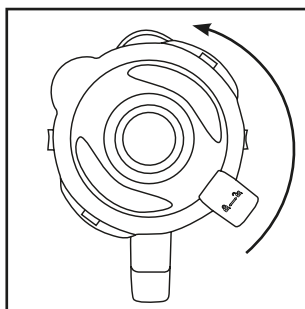
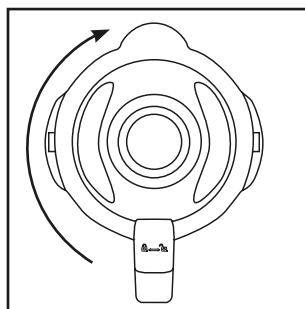

Fig. 1
Fig. 2
- 1) Gire el suplemento mezclador ③ en sentido antihorario hasta que la flecha ▼ situada bajo el asa del suplemento quede sobre la posición ↰. Retire el suplemento mezclador ③ del bloque motor ⑥ en posición recta hacia arriba.
- 2) Retire la tapa ②; para ello, gírela en sentido antihorario hacia la posición ↰ (consulte la fig. 1) hasta que pueda extraerse hacia arriba.
- 3) Llene el suplemento mezclador ③.
- 4) Vuelva a presionar firmemente la tapa ② sobre el suplemento mezclador ③ en su posición desplazada. Para cerrar la tapa ②, gírela en sentido horario hacia la posición ↲ hasta que encastre audiblemente (consulte la fig. 2). Asegúrese de que la boca del suplemento mezclador ③ quede cerrada. Solo podrá activarse el motor si la tapa ② está bien colocada.